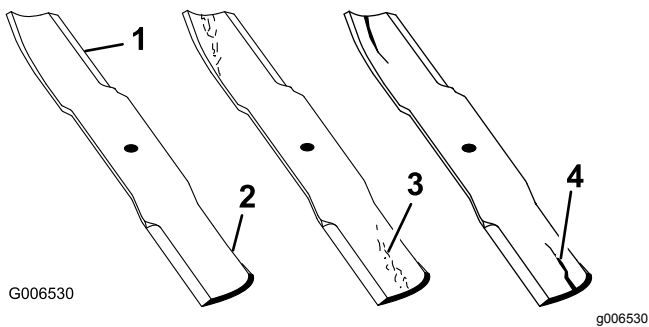

Figure 53
1. Examinez le tranchant des lames (Figure 53).
2. Inspectez les lames, surtout la partie relevée (Figure 53).
Remarque: Remplacez immédiatement toute lame endommagée, usée ou qui présente une entaille (repères 3 et 4 de la Figure 53).